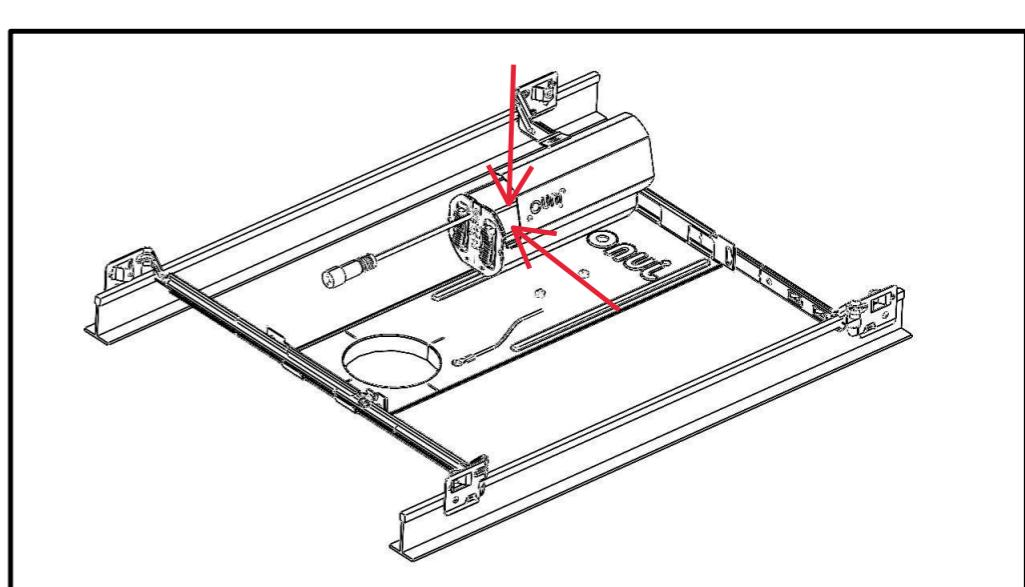

Figure 5
3. Fixez le boîtier de raccordement Wafer au cadre en alignant les fentes piriformes du boîtier du dispositif de commande à distance sur les vis du cadre et en faisant glisser le boîtier vers le bas pour le fixer. Voir la fiche d'instruction d'installation du luminaire pour la méthode de câblage. (Voir figure 5)